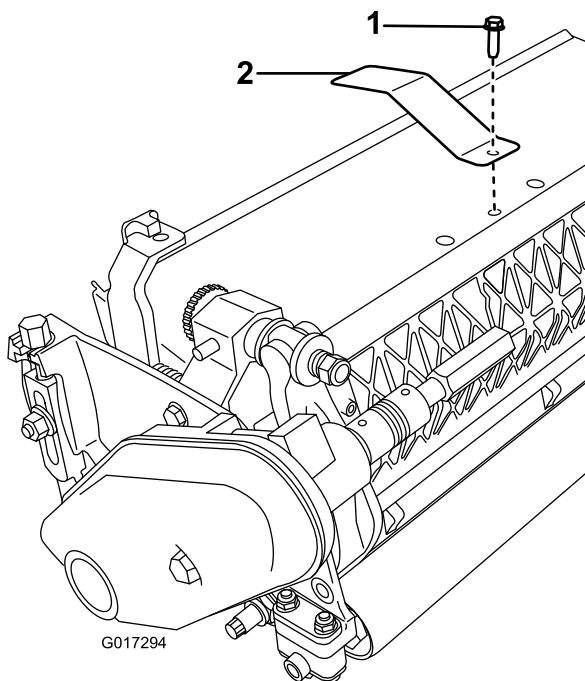

Bild 4
1. Entfernen Sie die mittlere Grasschutzblechschraube (Bild 4).
2. Befestigen Sie die Zielplatte mit der vorher entfernten Schraube oben an der Schneideinheit (Bild 4).